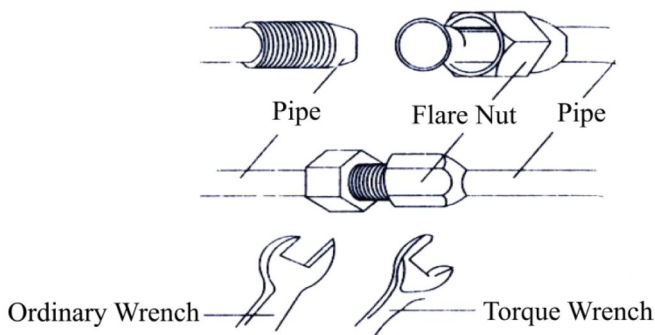

Fig. 18
- b. Dopodiché, stringere la vite con la chiave dinamometrica fino ad udire un rumore metallico (come illustrato in Fig. 18).